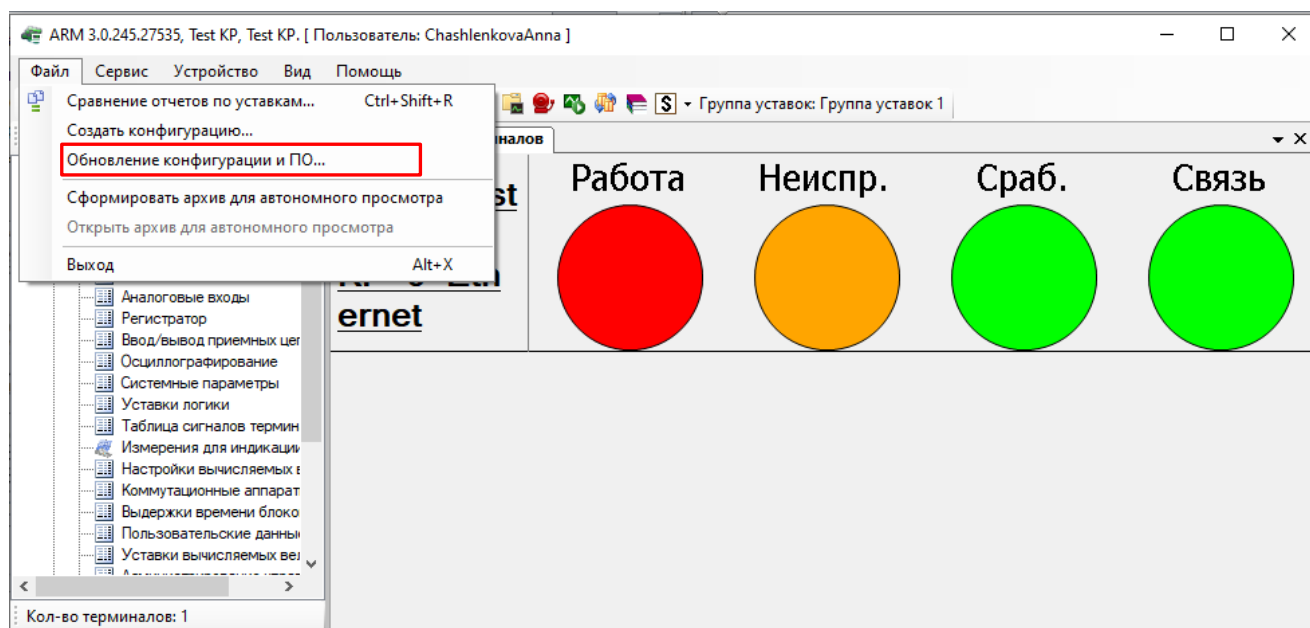
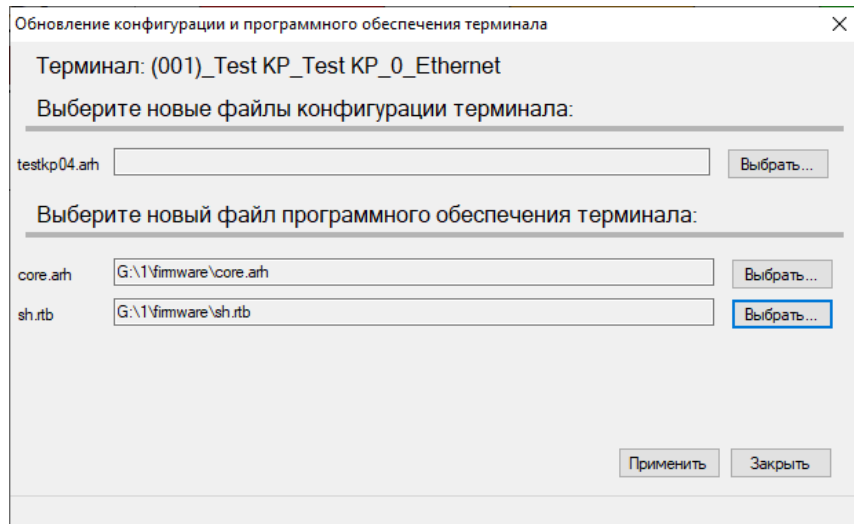

Рисунок 6.1
Рисунок 6.2
6.2.3 Замена программы осуществляется через пункт меню **Файл** → **Обновление конфигурации и ПО...**. При выборе этого пункта (см. рисунок 6.1) отображается диалоговое окно (см. рисунок 6.2), в котором необходимо указать путь к файлам **core.arh** и **sh.rtb**, далее подтвердить выбор нажатием кнопки **Применить**. Если версия выбранного файла некорректная, то в диалоговом окне появится соответствующая запись.